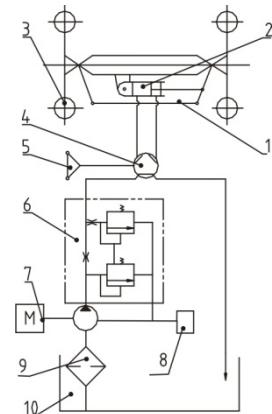

Рис. 10. Рабочий принцип полных гидравлических рулевых приводов.
Рабочий принцип и работа полной гидравлической рулевой передачи (Рис. 10).
Рабочий принцип полных гидравлических передач казан на Рис.10. Заднее осевое помещение (10) также используют как масляный бак рулевых передач. Низкое давление масла подается в системный насос (7) в дизельном двигателе (8) через 18 впускной трубопровод насоса. А высокое давление потока масла подается во все гидравлические рулевые приводы модели BZZ1 – E80 (4) и приводит в действие